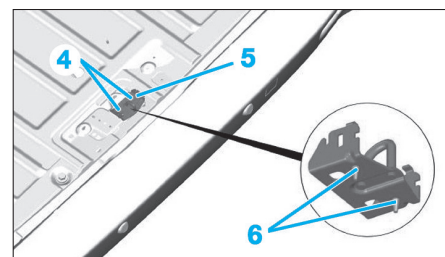

Fig. 107
- Serrer la vis (1).
- Desserrer les vis (2).
- Déposer les vis (4) de la gâche (5) et meuler le point d'indexage (6) (Fig.107).